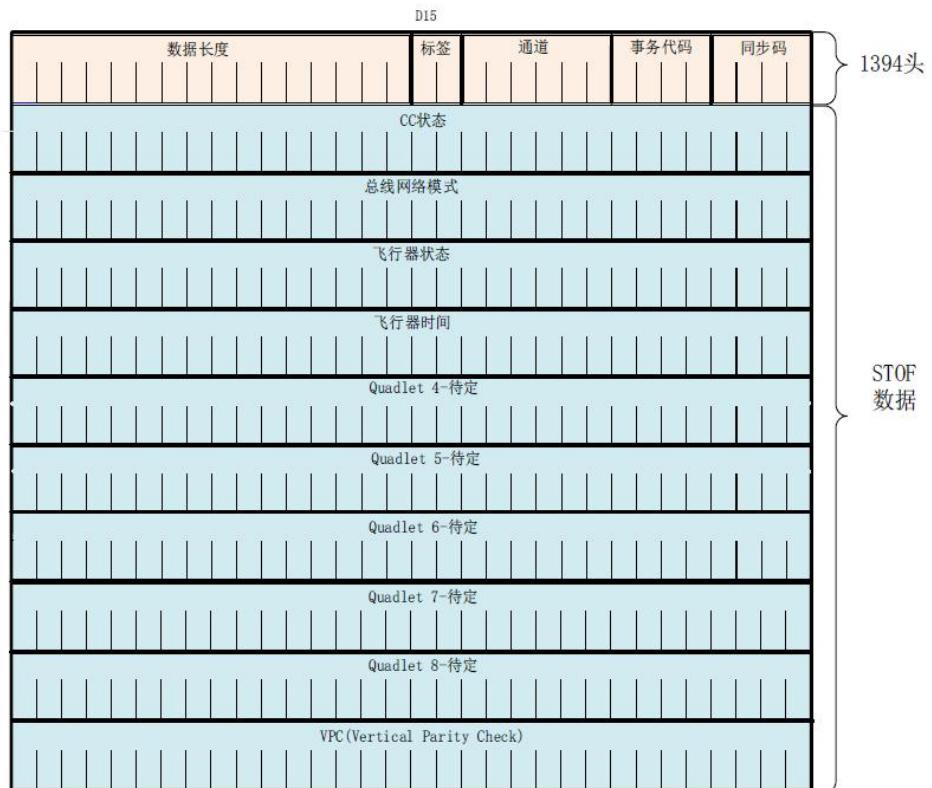

图 1 发送 STOF 数据缓冲区结构
- **pbuf**: 待更新的 STOF 数据缓冲区地址, 其格式如图 1 所示
功能说明: 获取接收缓冲区中 STOF数据包的偏移地址, STOF数据包的数据格式参见图 1 发送STOF